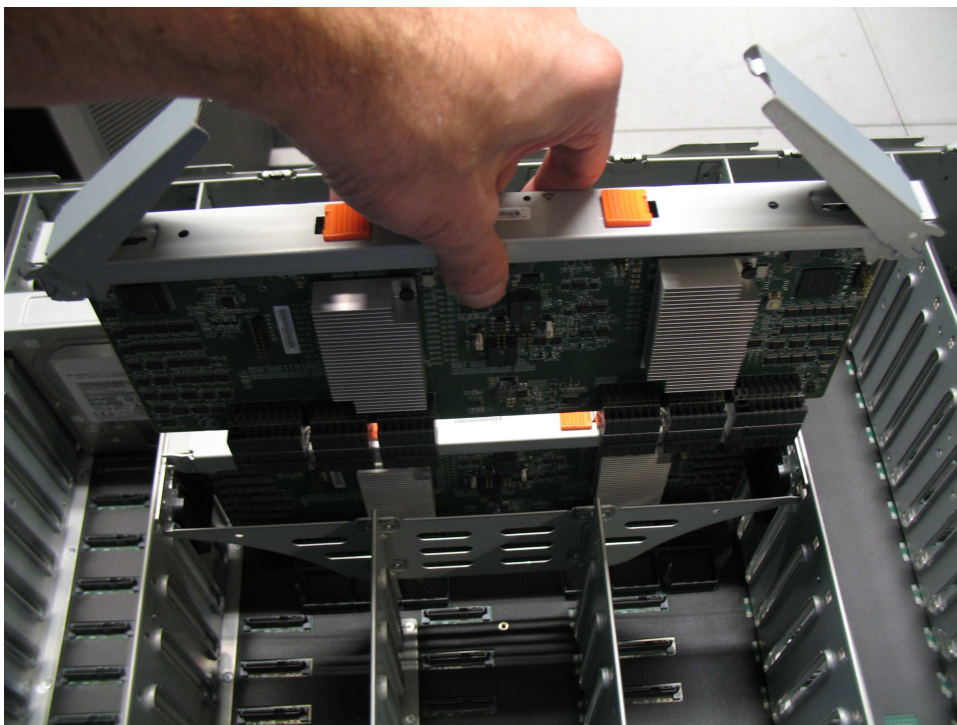

Рисунок 89. Замена вспомогательного модуля расширения
4. Осторожно выровняйте края вспомогательного модуля расширения по направляющим корпуса (см. рис. 89 на стр. 93).